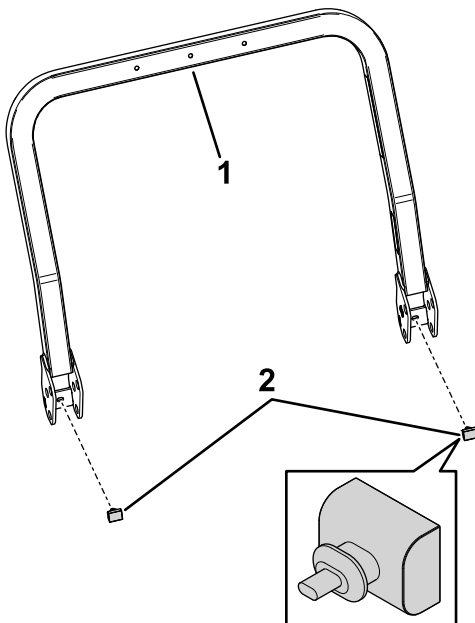

Рисунок 11
4. Найдите трубу верхней защитной дуги. Установите 2 резиновых бампера (Рисунок 11).